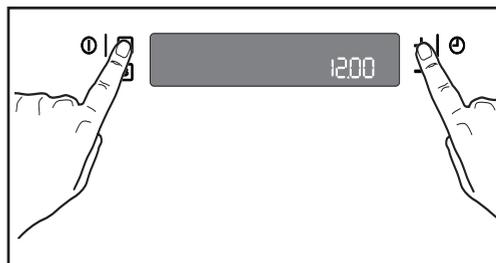

Рис. 17
1. Одновременно нажмите на кнопки  и “+”, и удерживайте их примерно 3 секунды. Вы услышите однократный звуковой сигнал (Рис. 17).